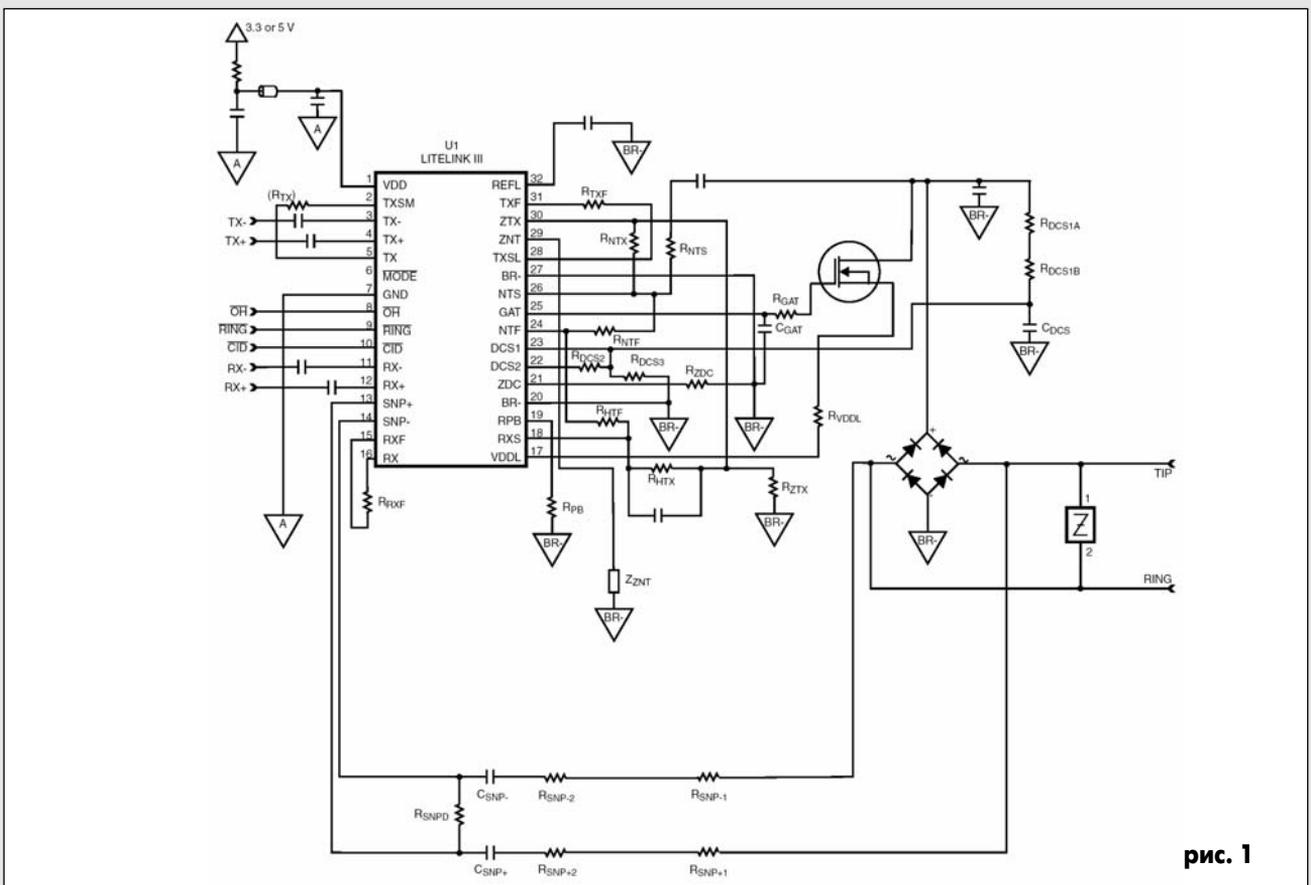

рис. 1
На рис. 1 показана электрическая схема интерфейса с телефонной линией на основе CPC5621A. Полный электрический расчет этой схемы с учетом эквивалентного сопротивления телефонной линии (Z) и других параметров содержится по ссылке: [http://www.clare.com/home/pdfs.nsf/www/AN-158_R1.pdf/\\$file/AN-158_R1.pdf](http://www.clare.com/home/pdfs.nsf/www/AN-158_R1.pdf/$file/AN-158_R1.pdf).
Комплекс защитных средств включает в себя защиту от перенапряжений, от избыточного тока, от перегрева. Эти частные виды защиты традиционно требуют различных схемных решений для отключения нагрузки при неблагоприятных условиях. В интеллектуальных переключателях эти виды защиты объединены. Упрощенная функциональная схема интеллектуального переключателя показана на **рис. 1**.